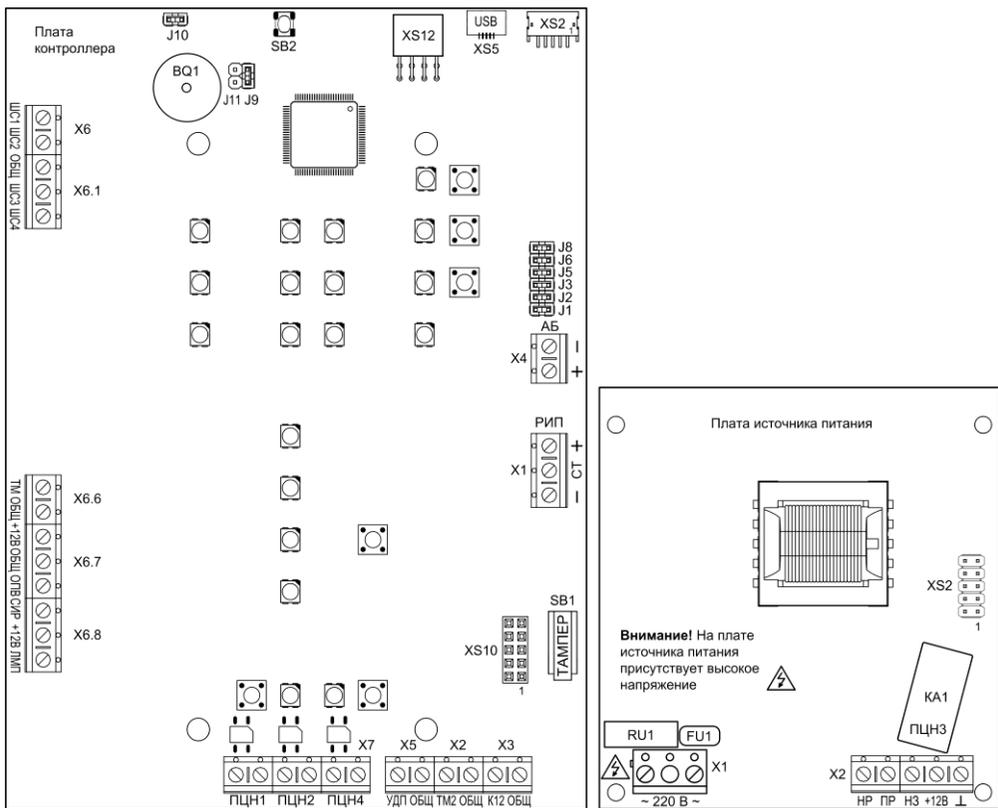

Рис.1 Внешний вид платы контроллера Гранит-4 и платы источника питания
Прибор состоит из корпуса и съёмной крышки. В корпусе расположены плата контроллера и плата источника питания (рис.1). На плате контроллера установлена панель индикации и управления (рис.2).
3.1 На плате контроллера (рис.1) расположены следующие элементы:
3.3 На плате источника питания (рис.1) расположены следующие элементы: